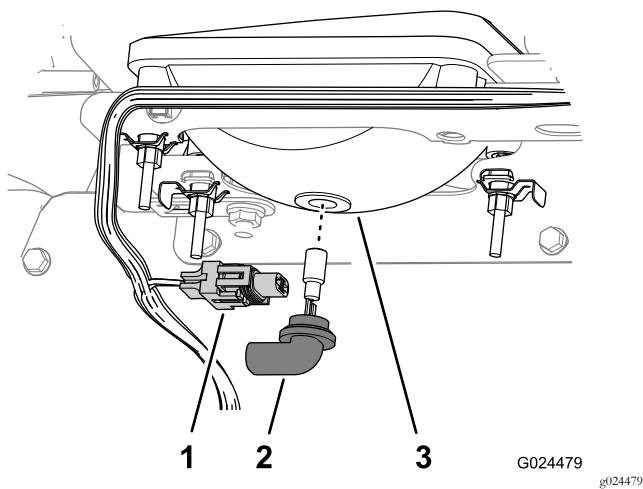

Рисунок 40
3. Отсоедините электрический разъем жгута проводов от разъема на лампе в задней части корпуса фары (Рисунок 40).
4. Поверните лампу в сборе на 1/4 оборота против часовой стрелки и одновременно переместите ее назад, чтобы извлечь из корпуса фары (Рисунок 40).
5. Вставьте новую лампу в сборе и корпус фары, совместите выступы в лампе с пазами в корпусе фары (Рисунок 40).
6. Закрепите лампу в сборе, повернув ее на 1/4 оборота по часовой стрелке (Рисунок 40).
7. Подсоедините электрический соединитель жгута к соединителю нового узла лампы (Рисунок 40).